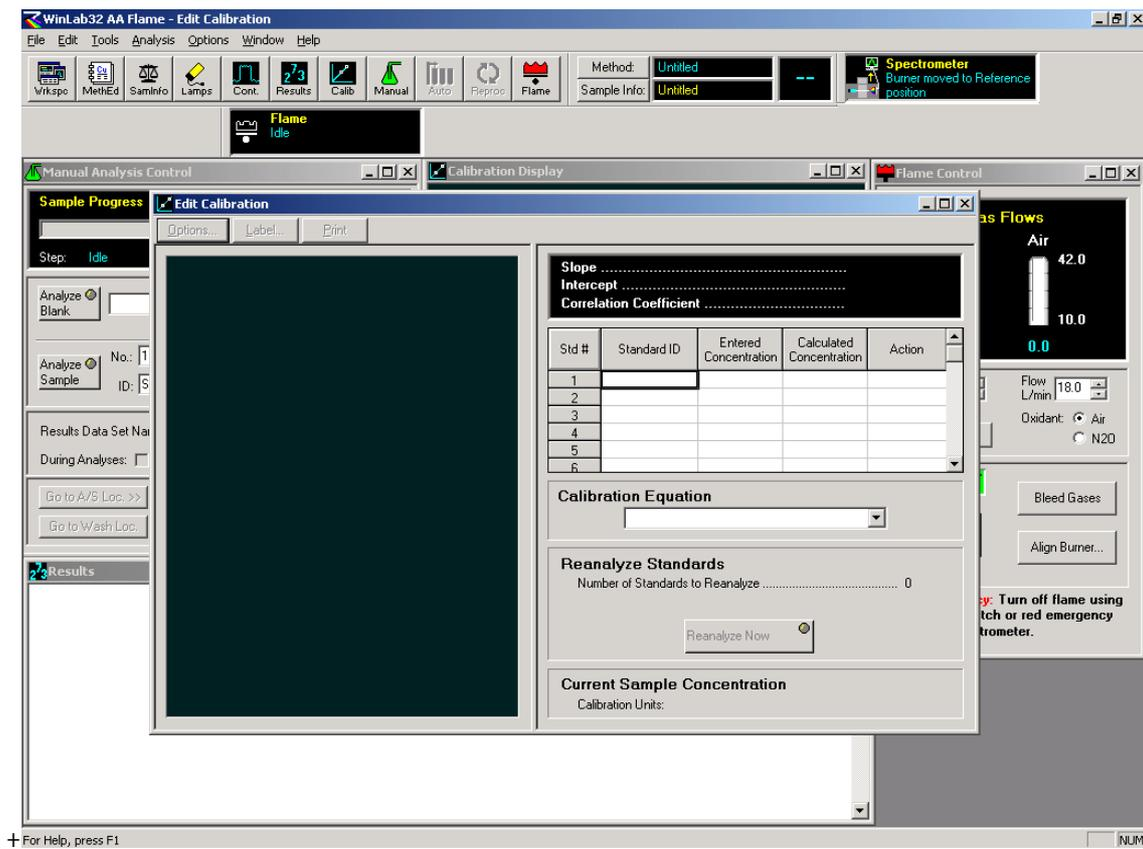

图 24. 标准曲线编辑画面
1. 6. 1. 11 在“Calibration Display”窗口中检查校准曲线, 看是否满足要求, 如满足, 则开始测定样品; 如不满足, 可点击“Tools”菜单中“Edit Calibration”, 此时, 屏幕上出现画面如下图 24, 可根据此对话框决定每一标准点所测数据的取舍, 如采用这一点, 则选择“Include”, 如欲舍弃这一点, 选“Ignore”; 如某一点需重做, 则选用“Reanalyze”. 如有必要, 还可改变原先在方法中设定的校准方程, 只须点击对话框中“Calibration Equation”右边的箭头, 并在随后显现的诸多方程中进行选择即可.